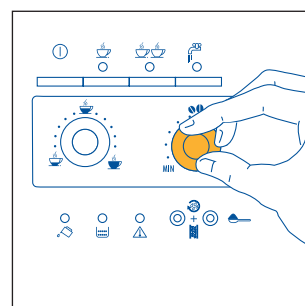
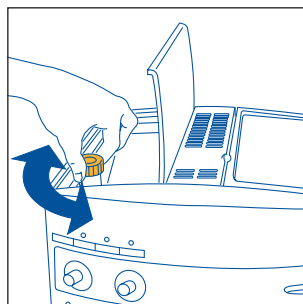

Fig.7
Fig. 17
- 2) Reguler knappen til højre (fig.7) for at indstille den ønskede kaffesmag. Jo mere den drejes med uret, jo større bliver mængden af kaffebønner, som maskinen maler, og derfor vil kaffe komme til at smage tilsvarende stærkere. Ved førstegangsbrug skal man foretage flere prøver og brygge kaffe flere gange, indtil man finder ud af knappens korrekte position. Pas på ikke at dreje for meget med uret, for ellers risikerer du at opnå et for langsomt udløb (i dråber), især når du skal brygger to kopper kaffe.
**BEMÆRK 1:** Hvis kaffen løber ud dryppende eller slet ikke løber ud, er det nødvendigt at dreje knappen til regulering af malingsgraden (fig. 17) med uret, indtil den siger klik en gang (jvf. par. 6). Prøv et klik ad gangen, indtil du finder en tilfredsstillende kaffebrygning.
**BEMÆRK 2:** Hvis kaffen løber for hurtigt ud og kaffecremen ikke er tilfredsstillende, drej knappen til højre lidt (fig.7) med uret. Man skal foretage flere prøver og brygge kaffe flere gange, indtil man finder ud af knappens korrekte position. Pas på ikke at dreje for meget mod uret, du risikerer at få en for lang udstrømning (dryppende), især når man ønsker to kopper kaffe. Hvis efter nogle kopper kaffe kaffecremen endnu ikke er tilfredsstillende, drej også knappen til regulering af malingsgrad (fig.17) mod uret indtil den siger klik en gang (jvf. par. 6).
For at undgå det, er det nødvendigt at regulere kaffens malingsgrad ved at dreje knappen til regulering af malingsgrad (fig.17) mod uret, indtil den siger klik en gang (som beskrevet i kap. 6).
Kaffekværnen skal ikke reguleres, i hvert fald i starten, fordi den er blevet forud indstillet på fabrikken, for at opnå korrekt kaffeudløb. Efter at man har brygget de første kopper kaffe, hvis kaffeudløbet skulle være for hurtigt eller for langsomt (dryppende), er det nødvendigt at genindstille malingsgraden ved hjælp af knappen til regulering af malingsgrad (fig. 17).